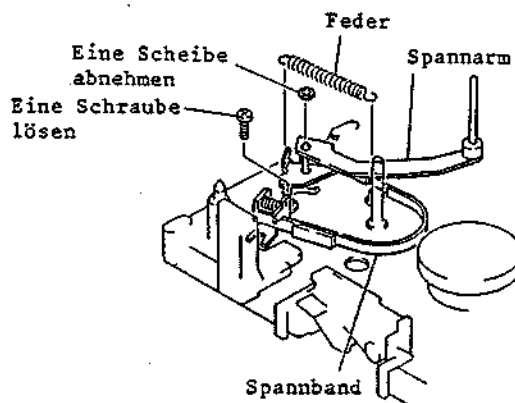

Abb. 2-74 Ausbau des Spannarmes und des Spannbandes
**3-26 Ausbau des Spannarms und des Spannbandes (Abb. 2-74)**
3. Die zwischen dem Spannarm und dem Chassis angeordnete Feder entfernen (siehe Abb. 2-74).
4. Eine (1) Schraube und eine (1) Scheibe abnehmen.